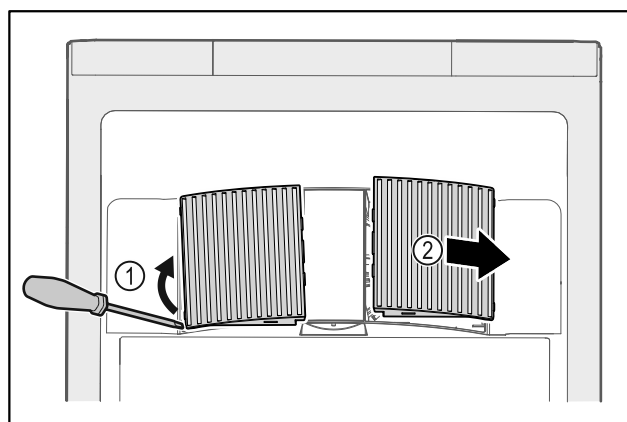

Fig. 173
- Óvatosan feszegesse le a ventilátor burkolatait oldalról Fig. 173 (1), és emelje le őket előre felé Fig. 173 (2).